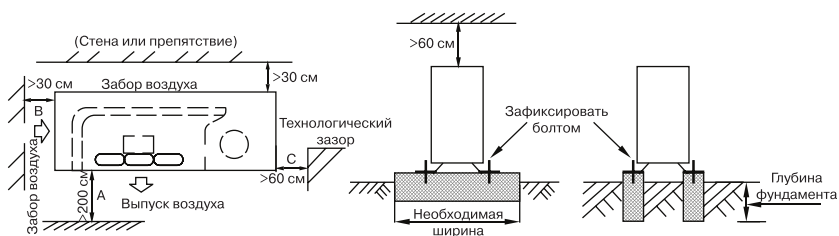

Рис. 18
6. Наружный и внутренний блоки должны располагаться как можно ближе друг к другу. Минимальные расстояния между наружным блоком и препятствиями, показанные на монтажных схемах, могут отличаться от расстояний в условиях монтажа в герметичном помещении. Необходимо оставить открытый доступ в трех направлениях А, В, и С. (Рис. 18)